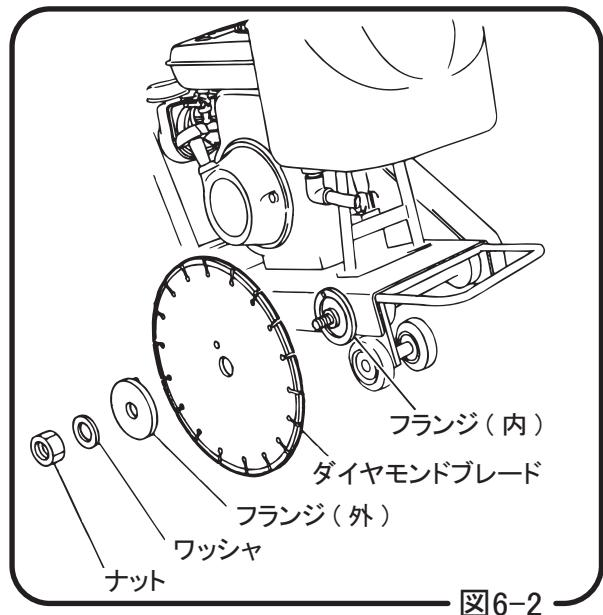

図6-2
- b. ブレードシャフトにフランジ（内）、ダイヤモンドブレード、フランジ（外）の順に入れ、ワッシャを付けてナット（左ネジ）で充分締め付けて下さい。（図 6-2）